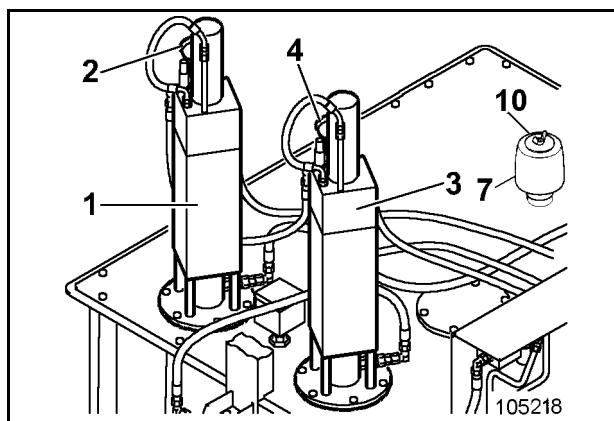

Fig. 3-130:
- Flügelmutter (10, Fig. 3-130:) lösen.